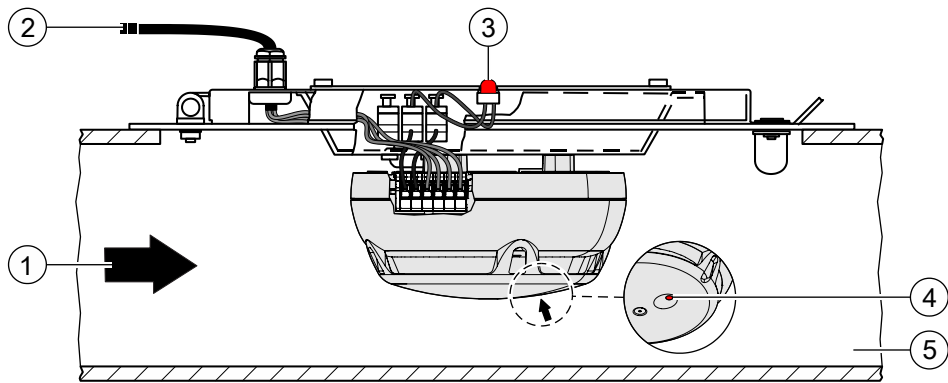

Fig. 1
- Air speed (Fig. 1,2/1): 1...20 m/s in accordance with EN 54- 27 (Type 1: Chapter 3.1.3).
- The internal alarm indicator must face in the opposite direction of the air flow direction (Fig. 1,2/4)
1. Inaccessible ventilation ducts (Fig. 1)
The 'detector installation kit for Sinteso detectors in ventilation ducts' (Fig. 1) is used for monitoring ventilation ducts with optical smoke detectors. It allows the detector in use to be inspected and replaced.
- Luftbewegungsgeschwindigkeit (Fig. 1,2/1): 1...20 m/s entsprechend EN 54-27 (Typ1:Kapitel 3.1.3)
- Interner Alarmindikator muss entgegen der Luftströmrichtung liegen (Fig. 1,2 /4)
1. Nicht begehbare Lüftungskanäle (Fig. 1)
Der 'Meldermontagesatz für Sinteso Melder in Lüftungskanälen' (Fig. 1) dient zur Überwachung von Lüftungskanälen mit optischen Rauchmeldern. Er ermöglicht die Inspektion und den Austausch der eingesetzten Melder. Abmessungen des Lüftungskanals: 200 mm x 300 mm bis 1500 mm x 2500 mm.